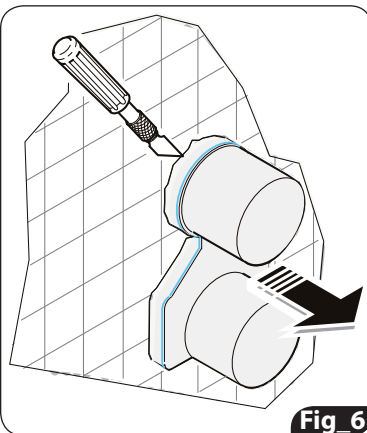

Fig 6
8. Ritagliare la protezione in polistirolo di copertura. (fig. 6)
8. Cut away the polystyrene protection (Fig.6).
8. Den Schaumstoff-Abdeckschutz wegschneiden (Abb. 6).
8. Découper la protection de recouvrement en polystyrène. (Fig. 6)